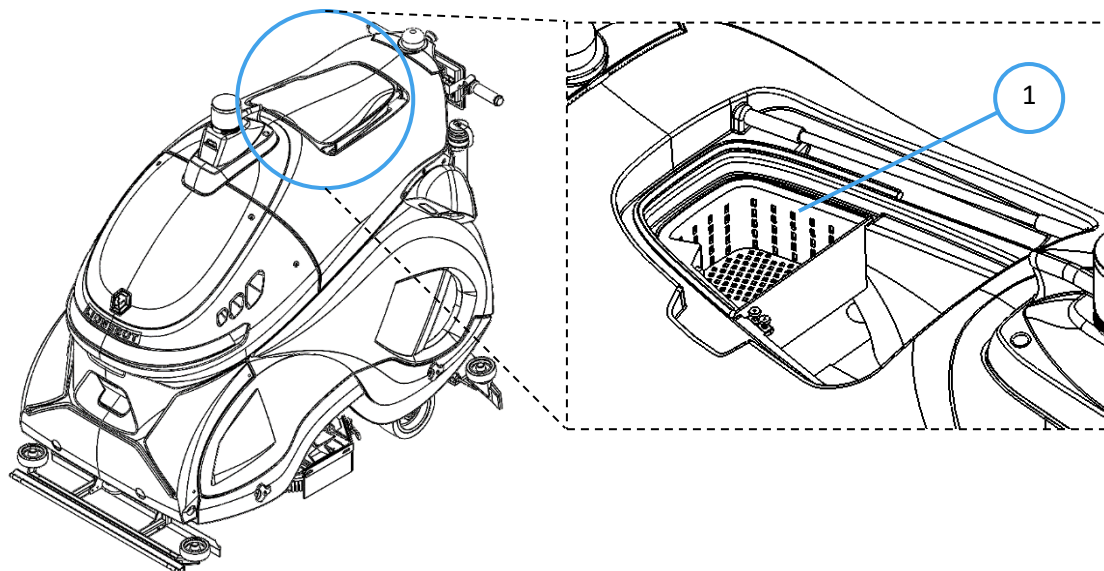

Fig. 2
4. Retirez la cage à débris (Fig 2 - 1)